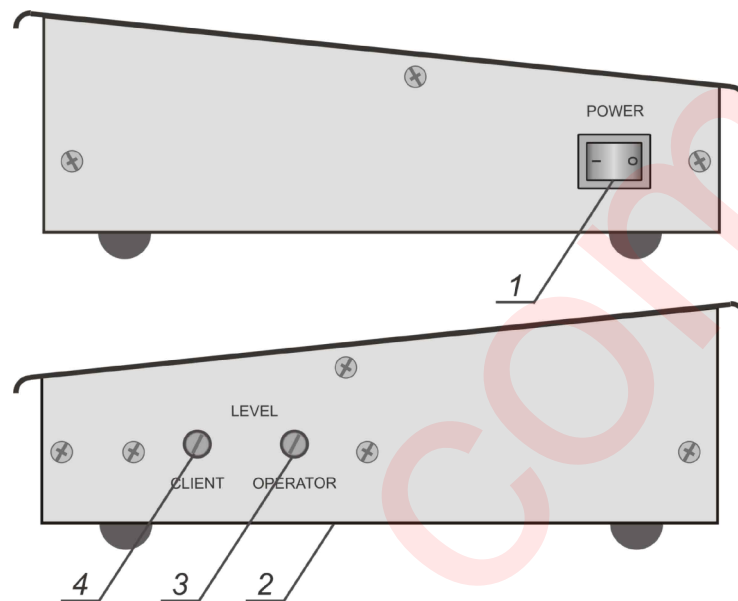

Рисунок 7
3.2 Размещение органов управления на боковых панелях и днище пульта кассира приведено на рис. 7